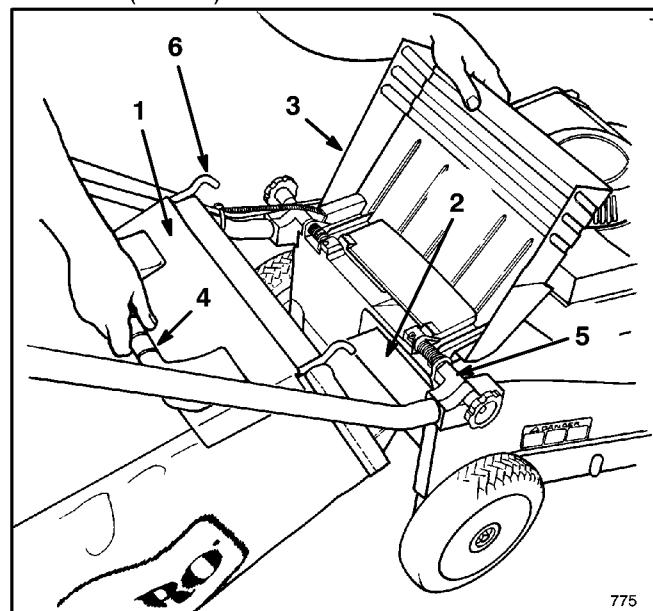

Abbildung 6
1. Die Auswurfklappe anheben, den Ansatz des Sacks in die Auswurfoffnung schieben und den Sackrahmen auf den Haltebolzen am Gehäuse schieben (Abb. 6).